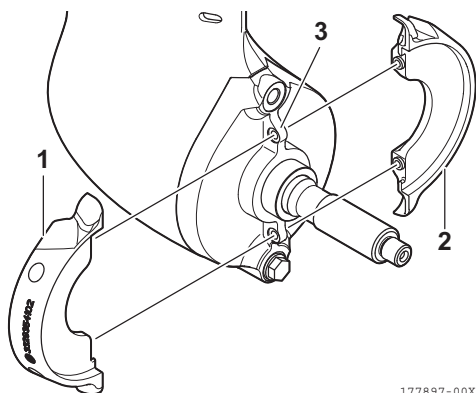

Figura 29
1. Monte los ánodos (1, 2, **Figura 29**) en el soporte del eje de la hélice (3, **Figura 29**).
*Nota: Preste atención a la dirección de montaje de los ánodos (1, 2, **Figura 29**). Monte el ánodo (1, **Figura 29**) en el lado izquierdo y el ánodo (2, **Figura 29**) en el derecho.*